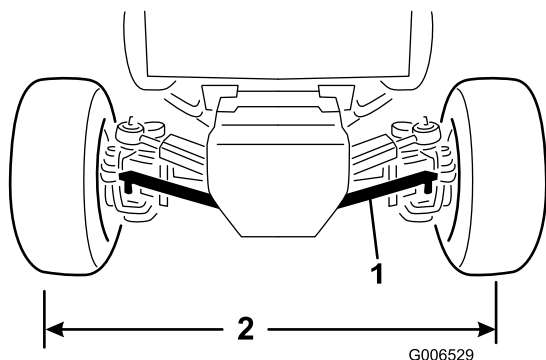

Figura 65
acoplamiento al soporte ubicado en el eje, y separe la rótula del eje (Figura 65).
3. Enrosque o desenrosque la rótula de la barra de acoplamiento hasta que la distancia de centro a centro entre las ruedas traseras, por delante y por detrás, sea la misma (Figura 65).